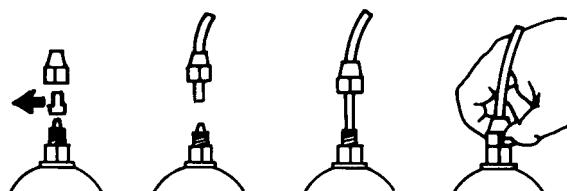

Fig. 7
e.- Saque las dos cápsulas de protección de los empalmes, insiera hasta el fondo los tubos enroscando, y asegúrelas con los casquillos de fijación. (Fig. 7)